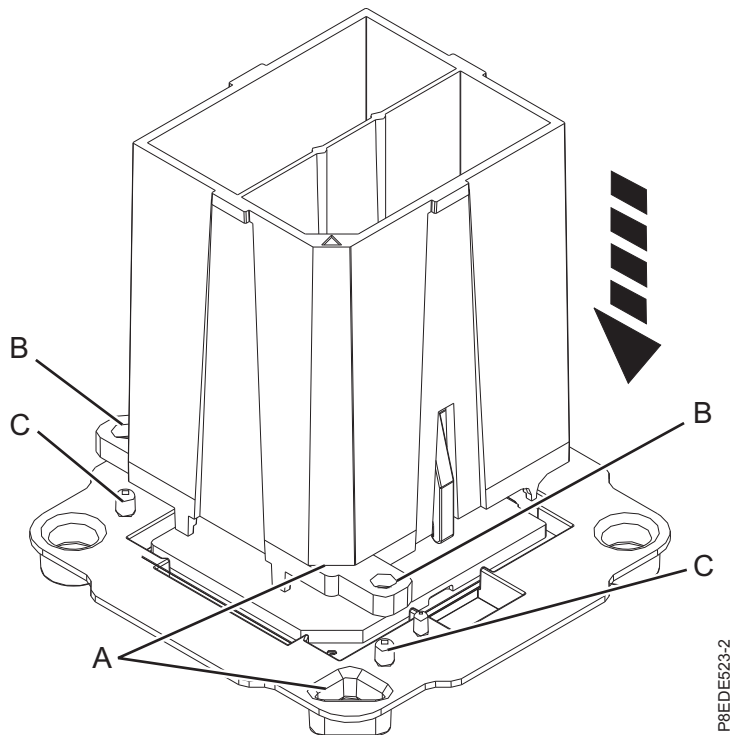
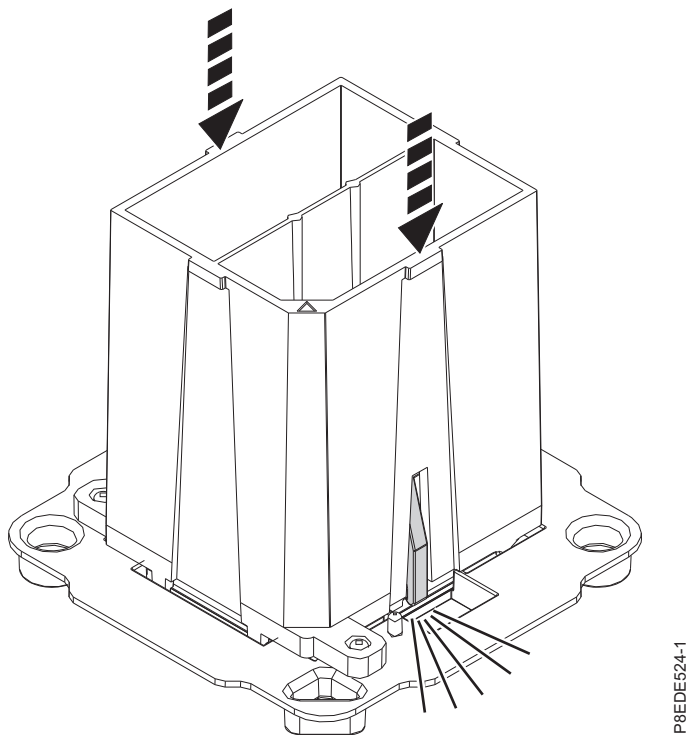

Abbildung 9. Vorbereiten der Installation des Systemprozessormoduls
Abbildung 10. Einrasten des Systemprozessormoduls im Werkzeug
- a. Nehmen Sie das Ersatzprozessormodul vom Versandträger. Richten Sie die abgeschrägte Ecke (**A**) des im Lieferumfang enthaltenen Werkzeugs an der abgeschrägten Ecke des Moduls aus, siehe Abb. 9 auf Seite 12.
- b. Senken Sie das Werkzeug auf das Systemprozessormodul hinab und stellen Sie dabei sicher, dass die beiden Führungsstifte (**C**) auf jeder Seite des Werkzeugs in die für die Ausrichtung vorgesehenen Löcher (**B**) eingeführt werden, siehe Abb. 9 auf Seite 12. Drücken Sie dann von oben auf das Werkzeug, um das Systemprozessormodul im Werkzeug einrasten zu lassen, siehe Abb. 10 auf Seite 12. Drücken Sie die blauen Lösehebel nicht. Tun Sie dies erst, wenn Sie dazu aufgefordert werden.